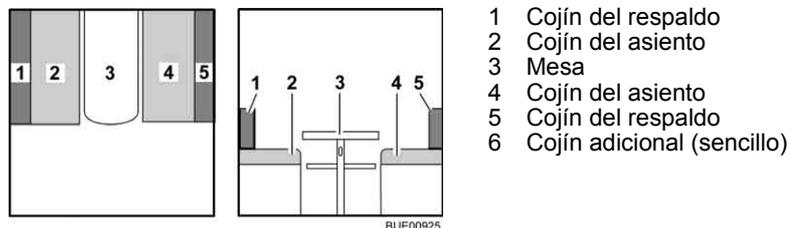

Fig. 95 Antes de la transformación
- Transformar la mesa (Fig. 95,3) en base de cama (véase apartado 6.12).